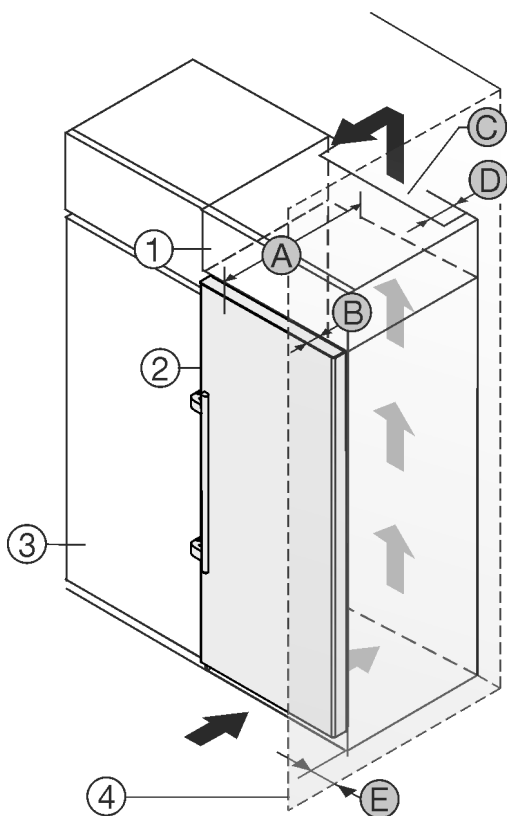

Fig. 8
此冰箱可安装在橱柜内。为了使冰箱 Fig. 8 (2) 与橱柜高度一致，可在冰箱上面放置一个附加柜 Fig. 8 (1)。
可将冰箱直接放置在餐具柜 Fig. 8 (3) 旁边。为了能完全打开门，冰箱必须凸出橱柜正面一定深度 Fig. 8 (B)。根据橱柜的深度，使用壁距调整垫片可以使冰箱更为凸出。
- 在附加柜背面必须有一个竖风道，其深度 Fig. 8 (D) 应超过整个附加柜宽度。
- 盖板下必须保有通风横截面 Fig. 8 (C)。
如果将带铰链的冰箱放置在墙壁 Fig. 8 (4) 边，冰箱和墙壁必须保有距离 Fig. 8 (E)。这取决于冰箱门打开时把手与墙壁的距离。